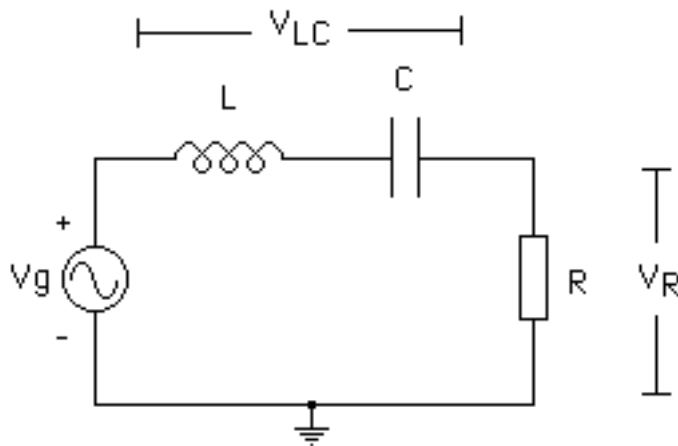

Figura 8.1. Circuito RLC serie en la configuración de filtro pasa banda
- 1.- Dado el circuito de la Figura 8.1, escriba la relación $|V_R/V_g|$ cuando opera en régimen sinusoidal permanente y explique brevemente el principio de operación que hace del circuito mostrado en dicha figura un filtro pasa banda. Deduzca la ecuación de la frecuencia de resonancia (f_r).
- 2.- Dada la respuesta en frecuencia de un circuito resonante, defina el ancho de banda ($BW = f_2 - f_1$) y el factor de calidad (Q) de dicho circuito. A partir de los valores de la resistencia, el condensador y la inductancia indicados por su profesor, determine el valor teórico de la frecuencia de resonancia y del factor de calidad Q del circuito.
- 4.- Explique el procedimiento para determinar experimentalmente el ancho de banda ($BW = f_2 - f_1$) y el factor de calidad (Q) del circuito de la figura 8.1.
- 5.- Realice un análisis AC SWEEP en SPICE del circuito de la Figura 8.1 con los valores indicados por su profesor para graficar la magnitud del voltaje V_R , aplicando una fuente de voltaje de 1 V de amplitud y variando la frecuencia de 100 Hz a 1 MHz (escala logarítmica).
- 6.- Dibuje el circuito de la Figura 8.1 de forma que la salida referida a tierra se encuentre sobre el conjunto condensador – inductancia conectados en serie. Escriba la relación $|V_{LC}/V_g|$ cuando opera en régimen sinusoidal permanente y explique brevemente el principio de operación que hace de este circuito un filtro elimina banda.
- 7.- Realice un análisis AC SWEEP en SPICE del circuito de la Figura 8.1 con los valores indicados por su profesor para graficar la magnitud del voltaje V_{LC} , aplicando una fuente de voltaje de 1 V de amplitud y variando la frecuencia de 100 Hz a 1 MHz (escala logarítmica).
- 8.- Dibuje el circuito de la Figura 8.1 de forma que la salida referida a tierra se encuentre sobre el condensador. Escriba la relación $|V_C/V_g|$ cuando opera en régimen sinusoidal permanente y explique brevemente el principio de operación que hace de este circuito un filtro pasa bajo.
- 9.- Realice un análisis AC SWEEP en SPICE del circuito de la Figura 8.1 con los valores indicados por su profesor para graficar la magnitud del voltaje V_C , aplicando una fuente de voltaje de 1 V de amplitud y variando la frecuencia de 100 Hz a 1 MHz (escala logarítmica).
- 10.-Dibuje el circuito de la Figura 8.1 de forma que la salida referida a tierra se encuentre sobre la inductancia. Escriba la relación $|V_L/V_g|$ cuando opera en régimen sinusoidal permanente y explique brevemente el principio de operación que hace de este circuito un filtro pasa alto.
- 11.-Realice un análisis AC SWEEP en SPICE del circuito de la Figura 8.1 con los valores indicados por su profesor para graficar la magnitud del voltaje V_L , aplicando una fuente de voltaje de 1 V de amplitud y variando la frecuencia de 100 Hz a 1 MHz (escala logarítmica).
12.- Monte el circuito de la figura 8.1. Este es el circuito que corresponde a la configuración filtro pasa banda con RLC serie cuando se considera como salida el voltaje sobre la resistencia, y al filtro elimina banda cuando se considera como salida el voltaje sobre la conexión serie condensador-inductor. Conecte el canal 1 (CH1) del osciloscopio a los terminales del generador de funciones y el canal 2 (CH2) a los terminales de la resistencia (R).